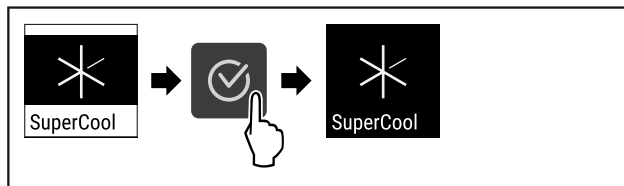

Fig. 91
- ▶ Proved'te akční kroky (viz Fig. 91) .